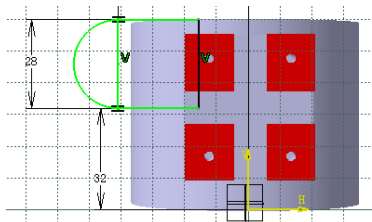

图 6-82 剪切完成后的弧
所以要把边长转化为距离，单击【是 (Y)】按钮，结果如图 6-82 所示。